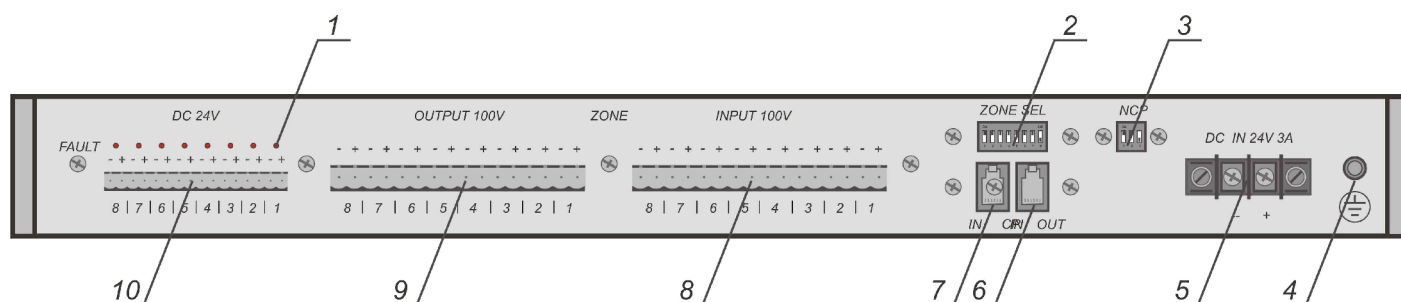

Рисунок 16
- 9.6 Размещение клемм и гнезд на задней панели блока коммутации и контроля и их назначение приведено на рис. 16.